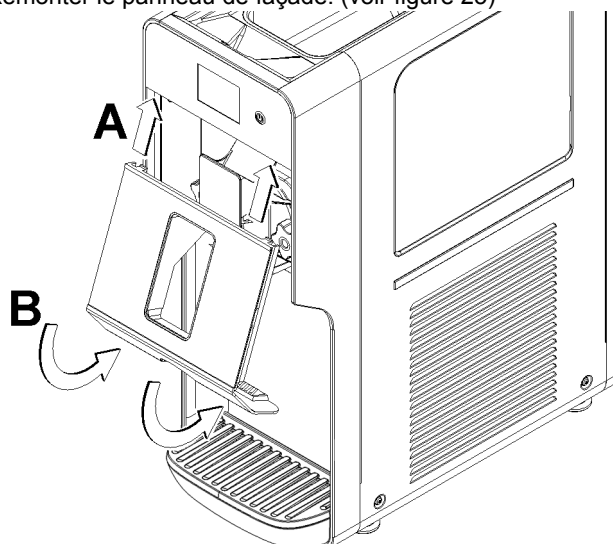

figure 25
- 6 Remonter le panneau de façade. (voir figure 25)